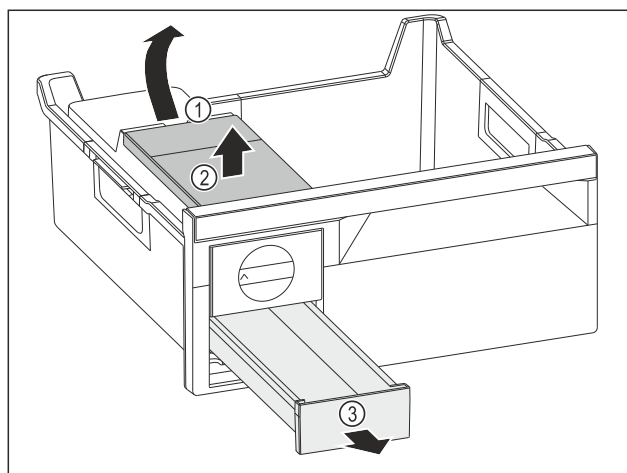

Fig. 170
- ▶ Izņemiet ūdens tvertni: Paceliet ūdens tvertni aiz padziļinājuma Fig. 170 (1).
- ▶ Izņemiet ūdens tvertni Fig. 170 (2) virzienā uz augšu.
- ▶ Izņemiet ledus gabaliņu atvilktni Fig. 170 (3) virzienā uz priekšu.